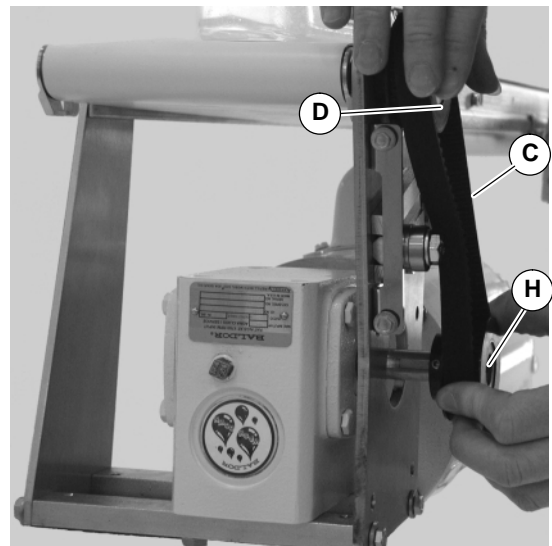

Abbildung 30
8. Zahnriemen (C siehe Abbildung 30) um Antriebszahnscheibe (H) und Abtriebszahnscheibe legen (D). Antriebszahnscheibe (H) am Untersetzungsgetriebe befestigen.